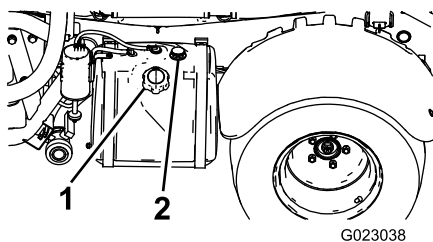

Figura 12
2. Limpe a zona em torno do tampão do depósito de combustível (Figura 12).